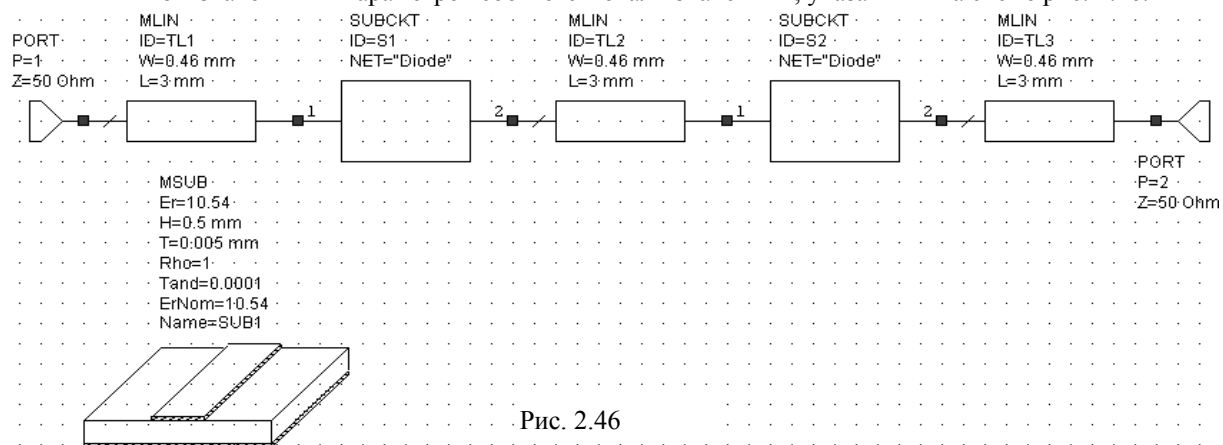

Рис. 2.46
16. Перетащите элемент **MSUB** в окно схемы, поместите его на свободном месте, например, ниже схемы. Полученная схема аттенюатора показана на рис. 2.46.
2. Аналогично отредактируйте параметры всех элементов **MLIN** и подложки **MSUB** так, чтобы значения их параметров соответствовали значениям, указанным на схеме рис. 2.46.